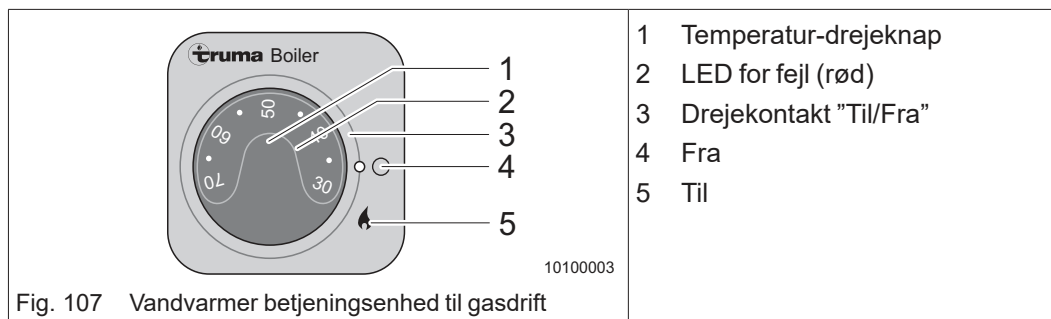
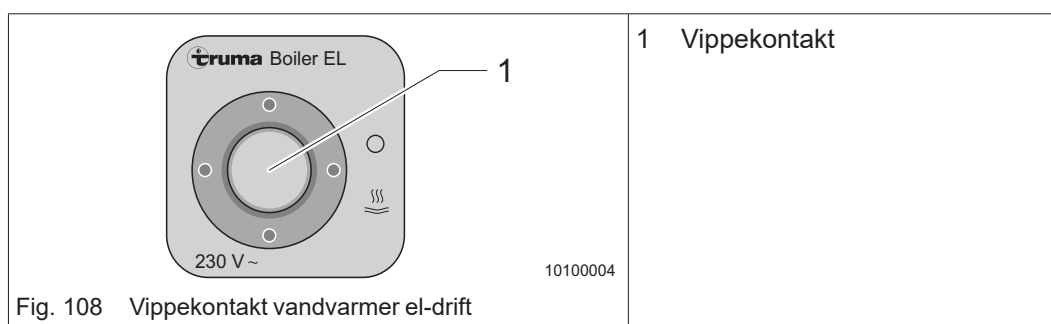

Fig. 107 Vandvarmer betjeningsenhed til gasdrift
Fig. 108 Vippekontakt vandvarmer el-drift
- ➔ Sluk vippekontakten til el-driften (Fig. 108/1) og kontakten til gasdriften (Fig. 107/3). LED'erne i kontakterne lyser ikke.
- Stil drejekontakten (Fig. 107/3) på „Til” (Fig. 107/5). LED'en i drejeknappen (Fig. 107/1) lyser grønt.
- Indstil den ønskede vandtemperatur på drejeknappen (Fig. 107/1).
Hvis der foreligger en fejl, lyser den røde LED (Fig. 107/2). For nærmere information henvises til den separate betjeningsvejledning fra producenten.
- Stil drejekontakten (Fig. 107/3) på „Fra” (Fig. 107/4).
- Tryk vippekontakten (Fig. 108/1) opad. LED'en lyser grønt.
➔ Tryk vippekontakten (Fig. 108/1) nedad. LED'en slukker.